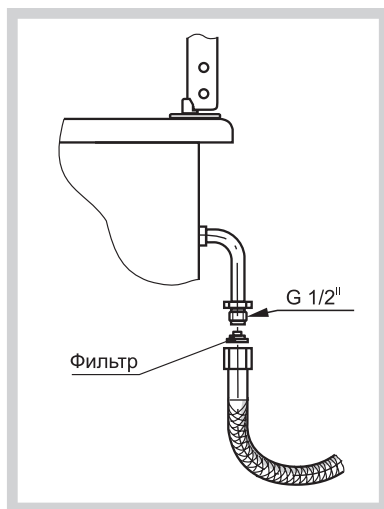

Рис. 13
- выбранный шланг должен иметь документ, указывающий дату изготовления, срок службы и замены, и установлен в соответствии с рис.13;